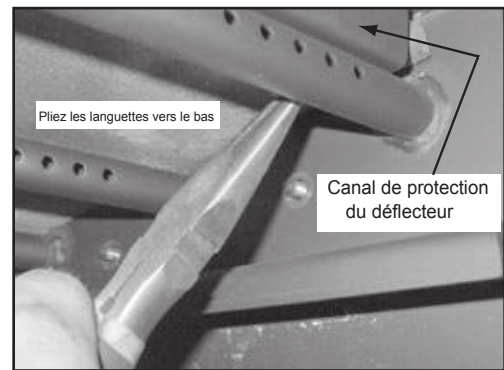

Figure 24.1
2. Retirez l'ensemble de protection du déflecteur en pliant l'arrière des déflecteurs à l'aide de pinces à nez effilé situées à la droite et à la gauche de la couverture de protection. Soulevez légèrement le couvercle et tirez vers l'avant et l'arrière de la boîte à feu. **Figure 24.1.**